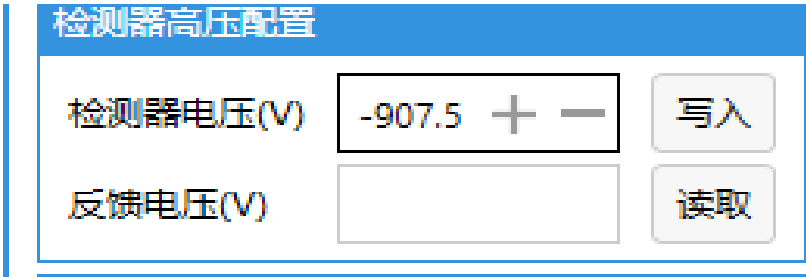

图8 检测器高压配置
1.5.5 检测器高压配置，上电后默认为-905.7V，根据探测器需求设置高压值，再点击写入对设置电压写入，如图8所示。